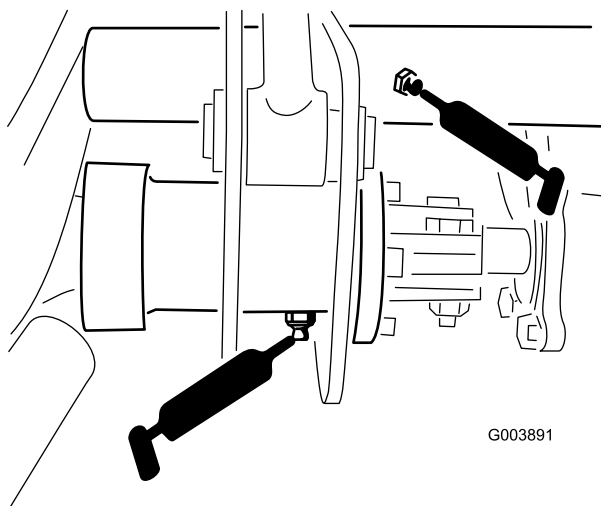

Figura 44
- 5 puntos en los pivotes de los brazos de elevación (Figura 44)
- 1 punto en el embrague del eje de transmisión (Figura 44)